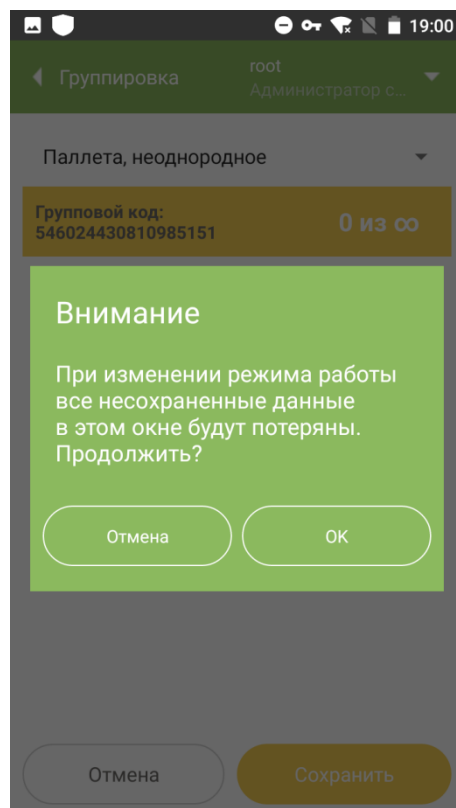

Рисунок 3.4
- 2.1.3. При необходимости изменить тип паллеты на неоднородную, выбрать из выпадающего списка «Паллета, неоднородное». Появится системное сообщение о том, что несохраненная информация будет утеряна (Рисунок 3.4). Повторно отсканировать код паллеты.